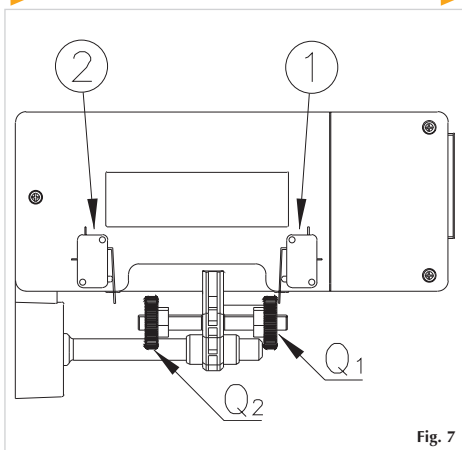

Fig. 7
- 18) Après avoir effectué l'installation mécanique et les contacts électroniques, procéder avec le réglage des fins de course comme indiqué en fig.7.
- 18) After having installed the mechanical parts and electrical connections, proceed to the regulation of the limit switches as shown in figure 7.
- 17) Cerrar el final de carrera a través de la cobertura de plástico (N) y luego apretar con los dos tornillos (O), verificar la correcta disposición de los cables (ver gráfico 5). En presencia de motor con electrofreno, retire el pasador (P) de la cobertura de plástico (ver gráfico 6).
- 18) Después de haber efectuado la instalación mecanica y los contactos electricos proceder a regular el movimiento final del cierre como mues la fig.7.